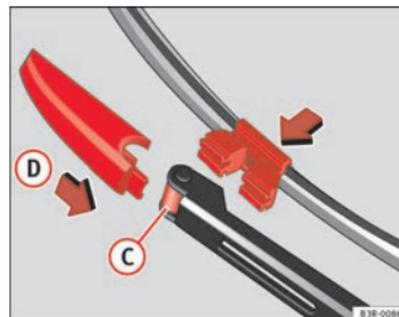

Abb. 184 Wischerblatt befestigen
- Das neue Wischerblatt in die Aufnahme des Scheibenwischerarms ⇒ Abb. 184 (C) einsetzen.
- Schieben Sie das Verriegelungsstück am Wischerblatt in Pfeilrichtung (D), bis es spürbar am Wischerarm einrastet. ▶